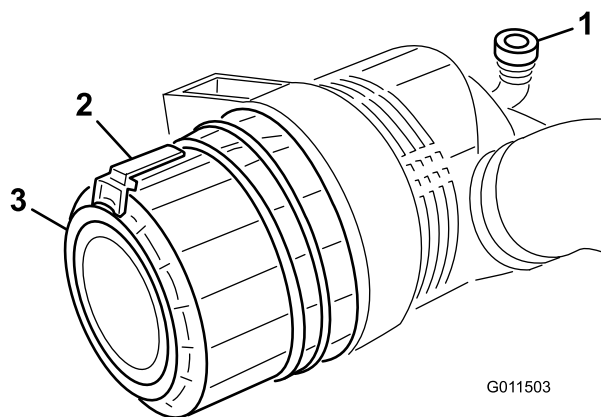

Figura 47
2. Tirate il fermo verso l'esterno e ruotate il coperchio del filtro in senso antiorario (Figura 47).